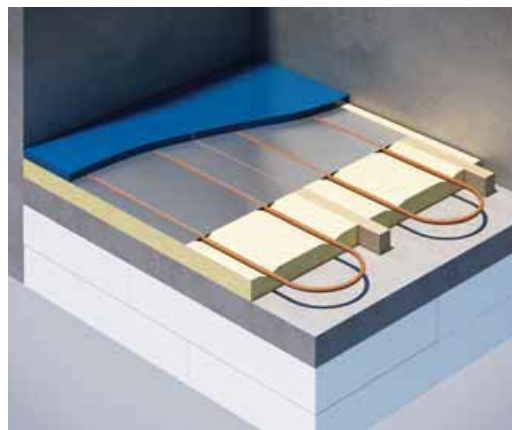

Fig. 5
- Wavin gulvvarmerør lagt i varmfordelingsplater i spaltegulv i et mellombjelkelag (Fig. 5)
Gulvvarmeanleggene skal prosjekteres i henhold til de prinsipielle konstruksjonsutførelsene som er vist i pkt. 2. Varmeteknisk dimensjonering skal utføres for hvert enkelt anlegg i henhold til gjeldende standarder. Tilfarergulv med selvbærende varmfordelingsplater (Fig. 5) bør prosjekteres med tilstrekkelig isolasjon under varmfordelingsplatene. Da det bærende sjiktet ligger over gulvvarmen vil varmemotstanden i ovenforliggende sjikt være større enn for de andre konstruksjonene og dermed vil en større prosentandel av varmen transporteres nedover i dekket.